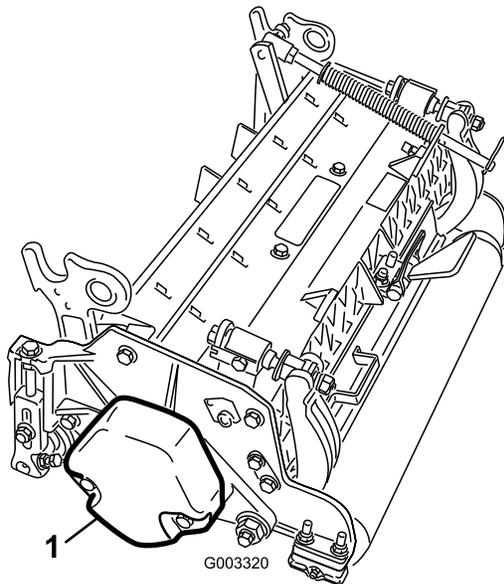

Figure 9
4. Veillez à monter le contre poids (Figure 9) du bon côté du plateau de coupe, comme expliqué dans le *Manuel de l'utilisateur* du plateau de coupe.